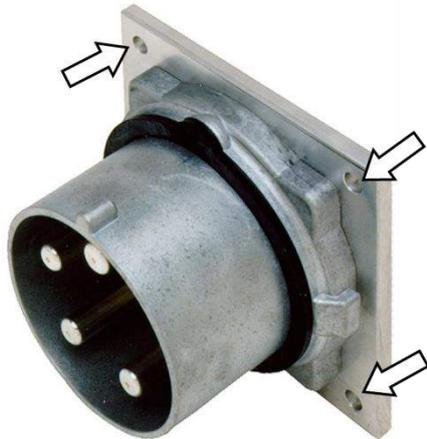

Abb.52: Bohrungen für die Montage
1. Gegebenenfalls Dose oder Stecker mittels der Bohrungen (Abb. 52 /Pfeile) an ein Gehäuse oder eine Wand montieren.